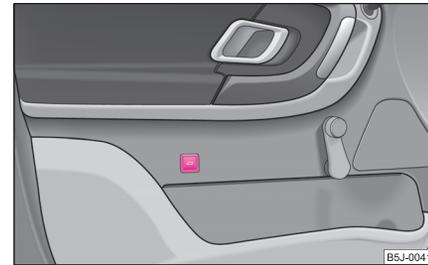

Fig. 24 Desbloquear la tapa del maletero
**En vehículos sin cierre centralizado** desbloquea la tapa de maletero presionando la tecla en la puerta del conductor ⇒ fig. 24.